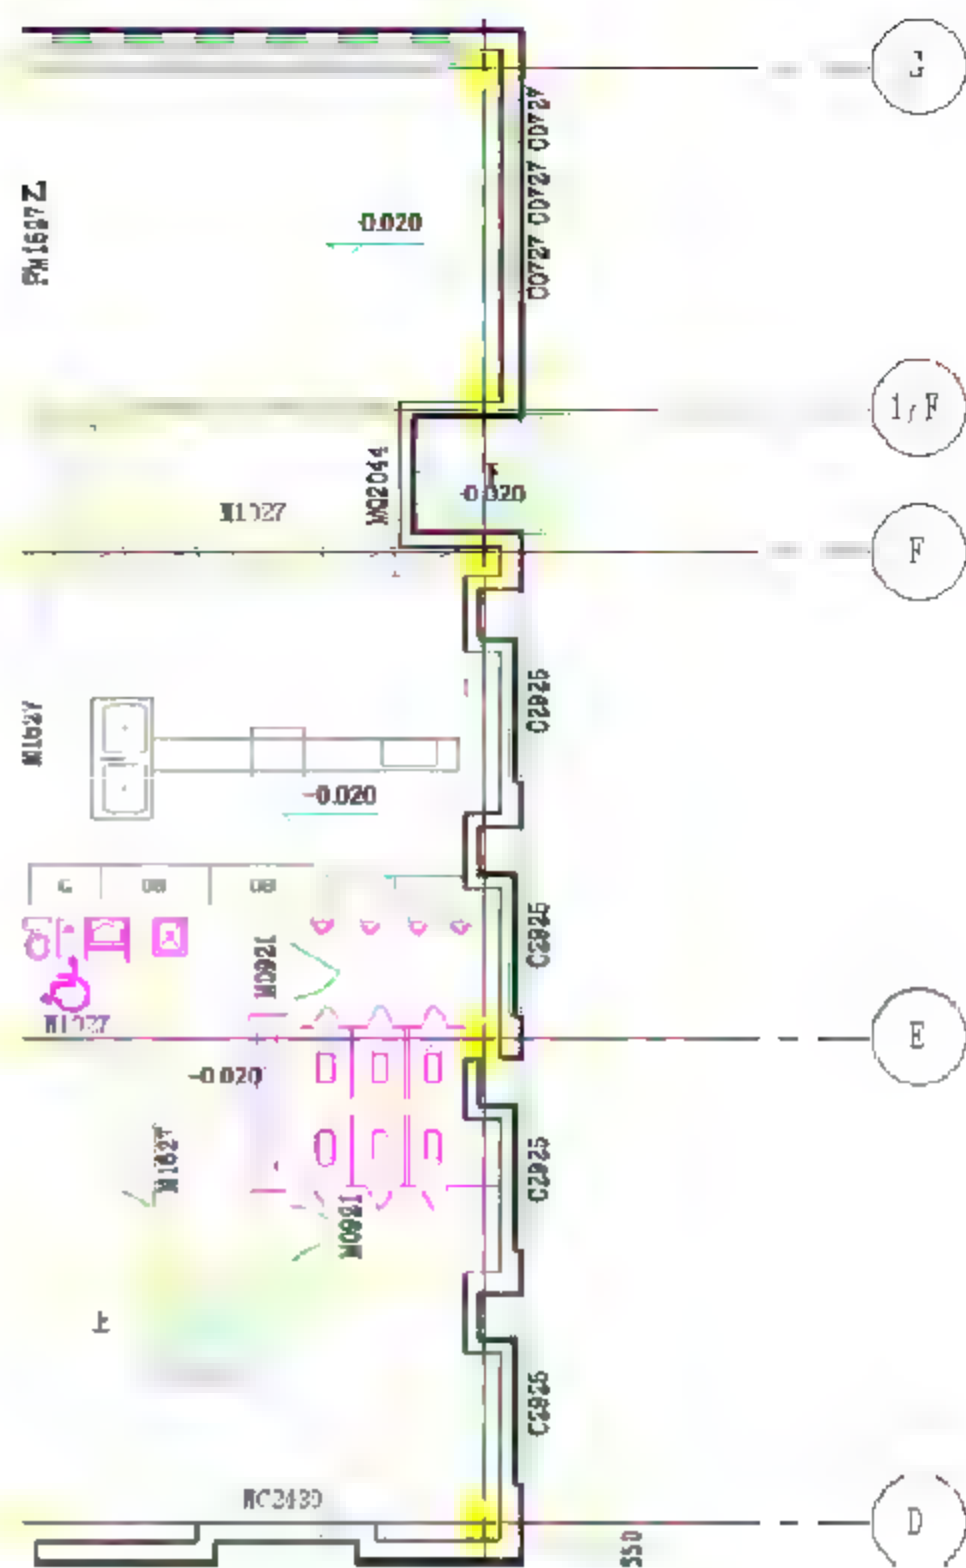

图 10.1.63 完成 11 轴线交 D 轴线和 G 轴线之间的外墙
10.1.62 所示位置，单击绘制墙体。绘制完成后按两次 Esc 键，可以退出外墙绘图界面，完成后的外墙如图 10.1.63 所示。